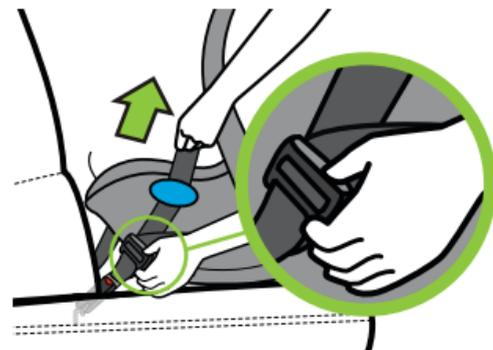

Figure 57
- Saisissez le porte-bébé près des guides de ceinture DUA/sous-abdominale bleus du véhicule et tirez-le d'un côté à l'autre et d'avant en arrière pour vérifier que l'installation est sécurisée, comme illustré à la **Figure 57**. Le siège ne doit pas bouger de plus de 2,5 cm (1 po) le long de la ceinture. Ne poussez pas sur le porte-bébé près des pieds de l'enfant pour vérifier son mouvement.
Desserrez la ceinture DUA en appuyant et en maintenant l'ajusteur de ceinture DUA et en tirant sur la ceinture DUA comme indiqué sur la **Figure 57**.